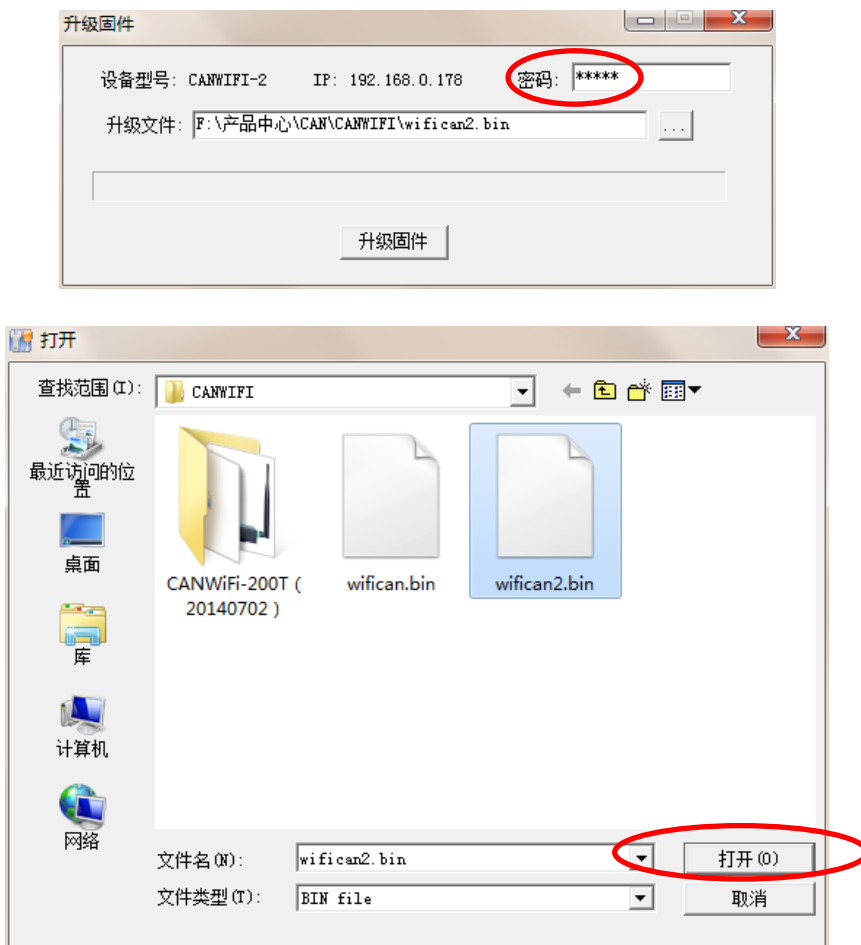

图 6.14 固件升级界面
2. 单击菜单中的【升级固件】，出现如图 6.14 所示的固件升级界面，填入密码（默认是 88888），然后选中升级文件，单击“打开”按钮。